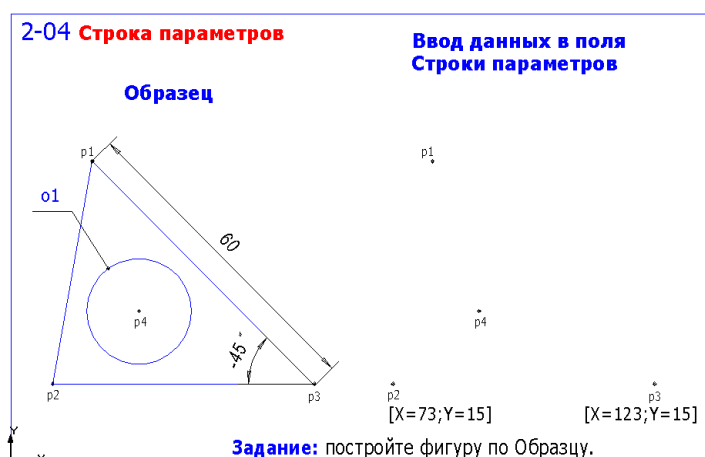

Рис. 4
6. Откройте файл фрагмента 2.04 (рис. 4) и выполните упражнение, используя различные способы ввода значений в поля строки параметров. Для задания радиуса окружности используйте **Геометрический калькулятор**. (Размеры не проставлять). Сохраните результат.